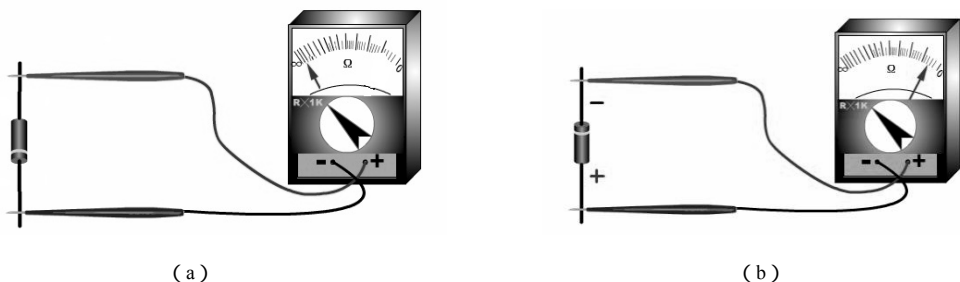

图 1-67 二极管正反向电阻测试结果
11. 二极管的正反向电阻测试结果如图 1-67 所示，由图可知二极管正向电阻\_\_\_\_\_，反向电阻\_\_\_\_\_。